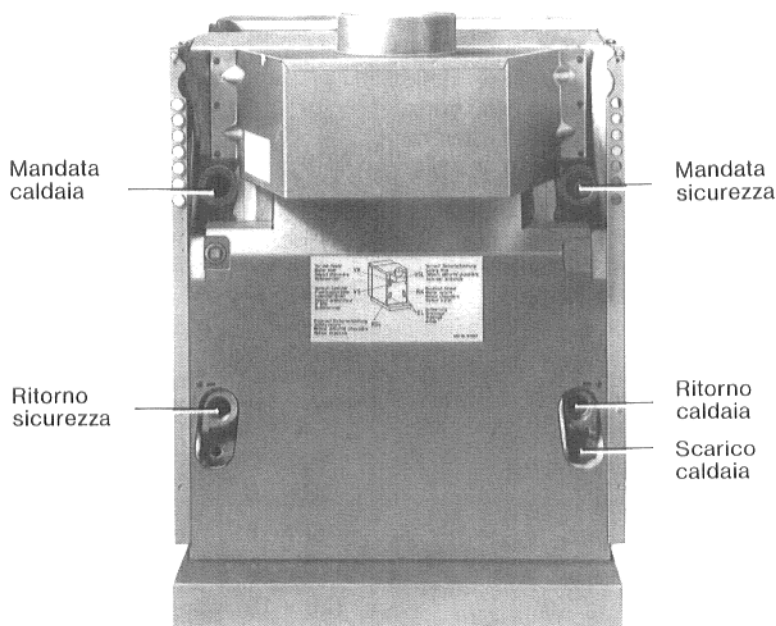

Fig. 5: Collegamenti idraulici
- Collegare la caldaia alla rete di tubazioni dell'impianto di riscaldamento (Fig. 5).
Per la mandata ed il ritorno caldaia (Fig. 5) possono essere utilizzati soltanto gli attacchi previsti, poichè nel ritorno caldaia è incorporato di fabbrica un tubo alimentatore.